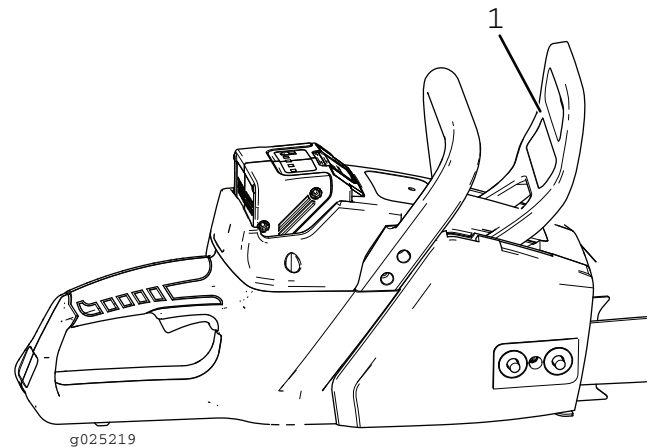

Figure 26
2. Engagez le frein de chaîne en poussant la poignée de frein en avant, à la position d'arrêt (Figure 26).